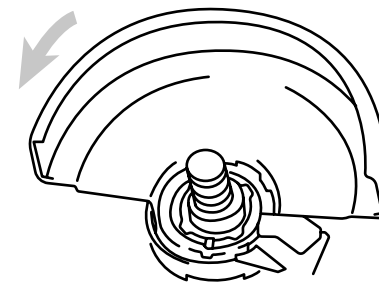

Рисунок 2.2.3. Установка защитного кожуха
Установите защитный кожух так, чтобы выступы на его хомуте совместились с пазами на коробке подшипника (рисунок 2.2.3.). Поверните защитный кожух на 180° против часовой стрелки. Проверьте, чтобы винт был надежно затянут. Для снятия кожуха диска выполните процедуру установки в обратном порядке.
❶ Снимите наружный прижимной фланец «3» (рисунок 2.2.3.).